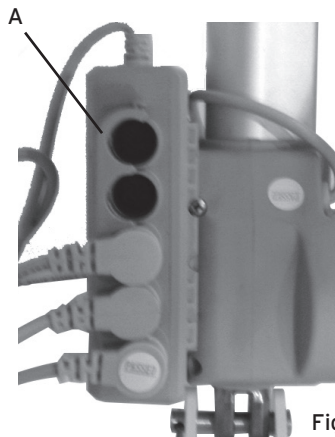

Fig. 4
- Bloccare i connettori nella centralina con il fermo in plastica Rif.A in Fig.4